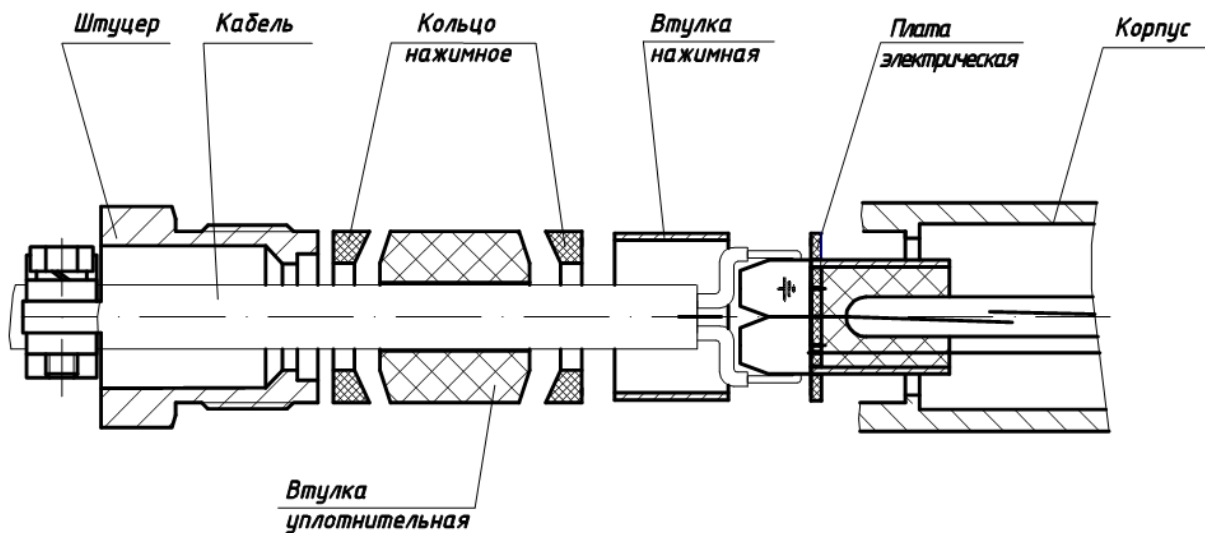

Рисунок 4. Порядок подключения Извещателей моделей 01. 02
1) открутить штуцер и вынуть из корпуса кольца нажимные, уплотнительную, нажимную втулки и электрическую плату (см. рисунок 4);